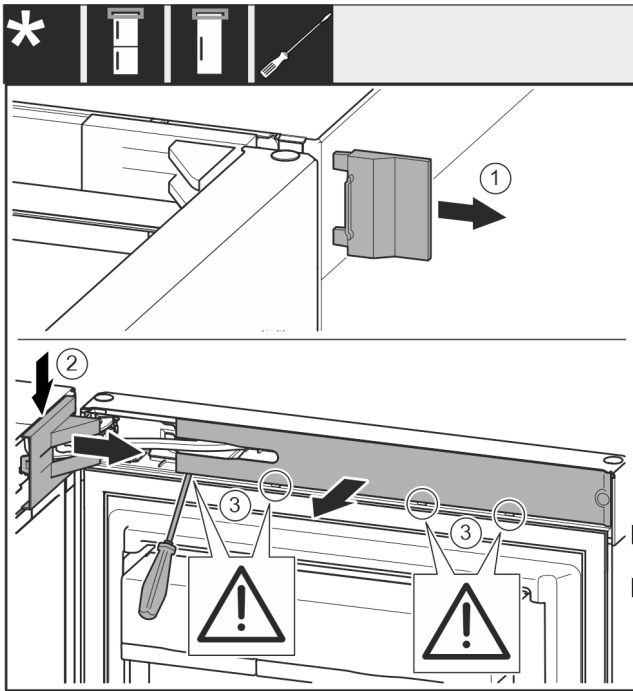

Fig. 5
- ▶ Retirer le cache extérieur. Fig. 5 (1)
- ▶ Détacher et libérer le cache du support de palier. Retirer le cache du support de palier. Fig. 5 (2)
- ▶ Dégager le cache avec le tournevis et l'incliner sur le côté. Fig. 5 (3)